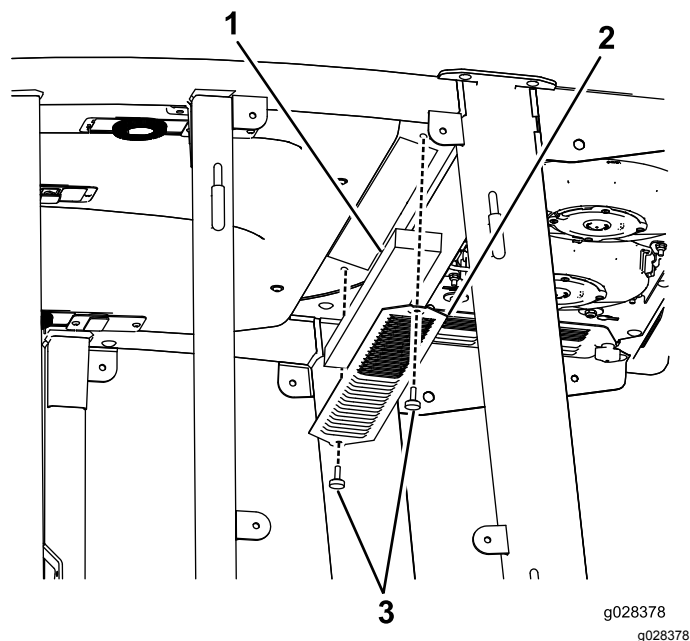
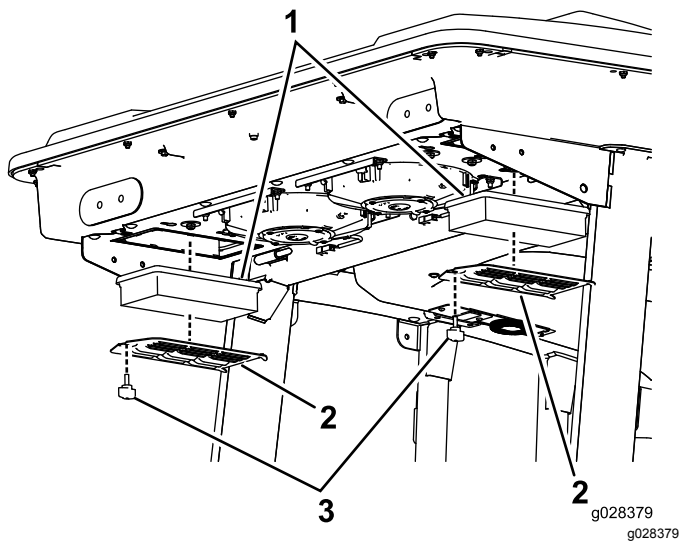
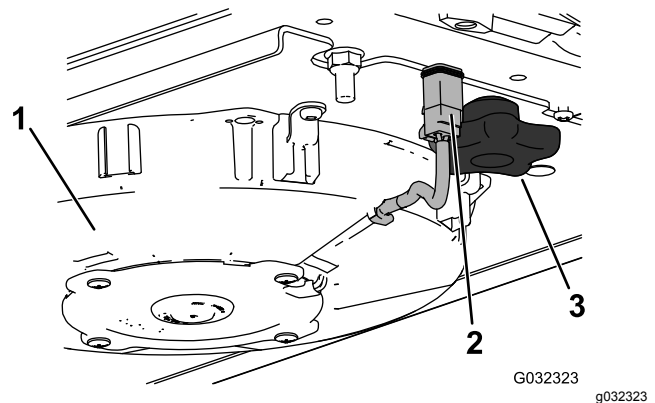
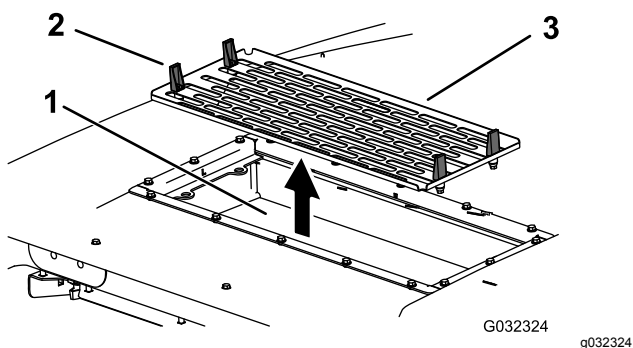

Figura 93
Figura 94
Figura 96
Figura 97
1. Retire los tornillos y las rejillas que cubren el filtro interior y el trasero de la cabina (Figura 93 y Figura 94).
5. Retire los filtros de aire (consulte Figura 94).
7. Instale los filtros de aire, la rejilla y el conjunto del ventilador (Figura 94, Figura 96 y Figura 97).
8. Conecte el cable de cada ventilador (Figura 96).